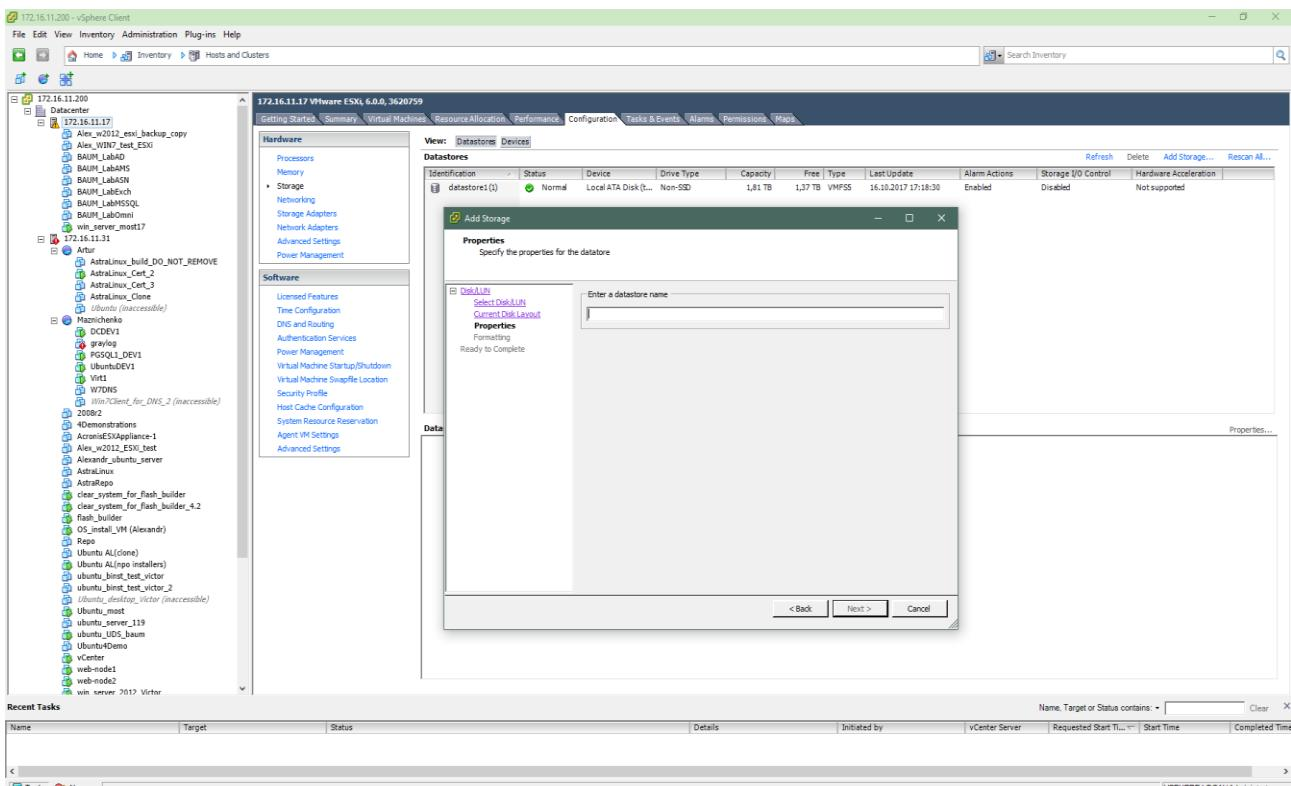

Рисунок 157. Имя Datastore
13. Введите имя луна в поле «Enter a datastore name» (см. Рисунок 157).